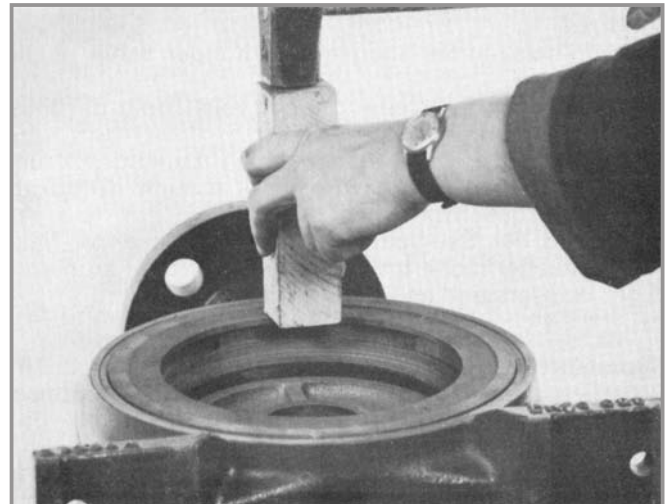

Fig. 80 - Montagem do difusor do último estágio (171.1) no corpo de recalque (107)
09. Montar o difusor do último estágio (171.1) e o-ring (412.2) no corpo de recalque (107) (vide Fig. 80).